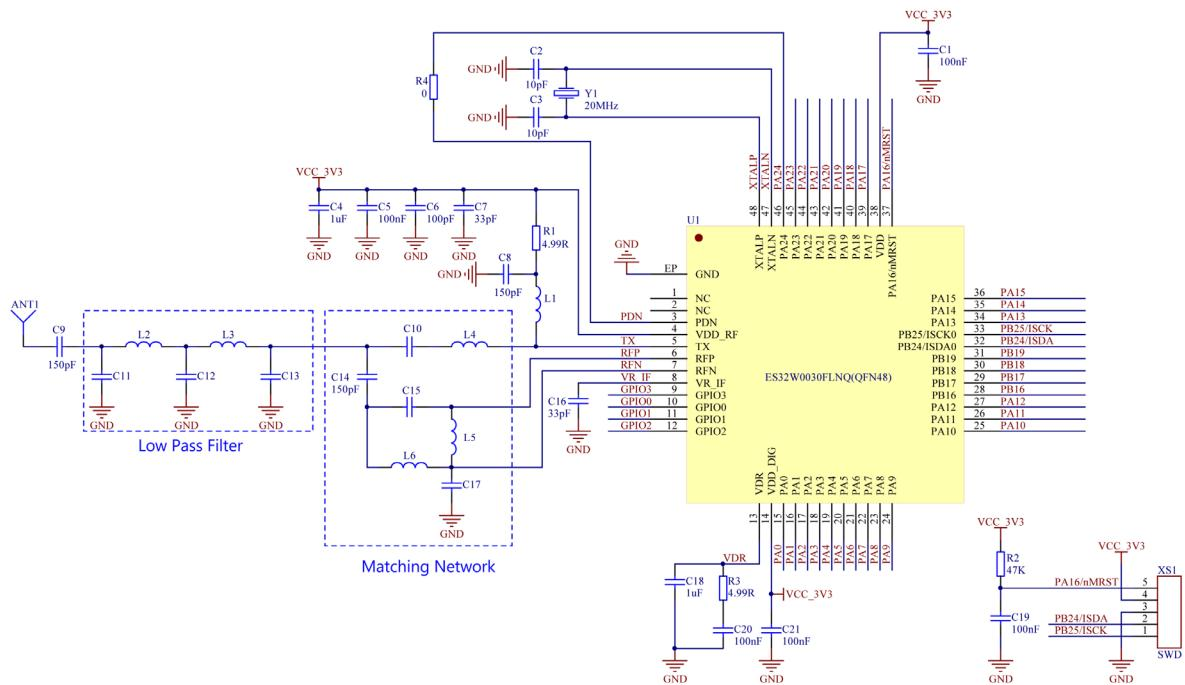

图 19-1 典型应用原理图
- (1) 芯片中央的 EP 脚必须接地。
- (2) 芯片内部 RF 的电源是 VDD_RF (4 脚) 和 VDD_DIG (14 脚), MCU 的电源是 VDD (38 脚), 它们在内部是不连的, 所以都需要连接到 VCC_3V3 外部电源上。
- (3) RF 收发器的 POWER DOWN 模式使能输入引脚 PDN, 可以连接 MCU 的一个通用 IO 口来控制, 如果 IO 口不够用, 也可以直接接地 (注意, 接地后无法进入 POWER DOWN 模式)。由图 19-1 可知, 焊接 0 欧姆电阻 R4 时, 可以用 PA24 脚来控制 PDN。